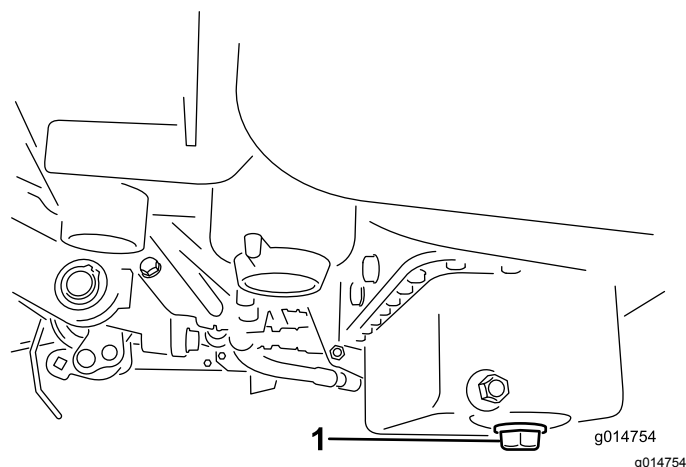

Figura 26
1. Togliete il tappo di spurgo e lasciate defluire l'olio in una bacinella. Quando l'olio cessa di defluire, rimontate il tappo (Figura 26).